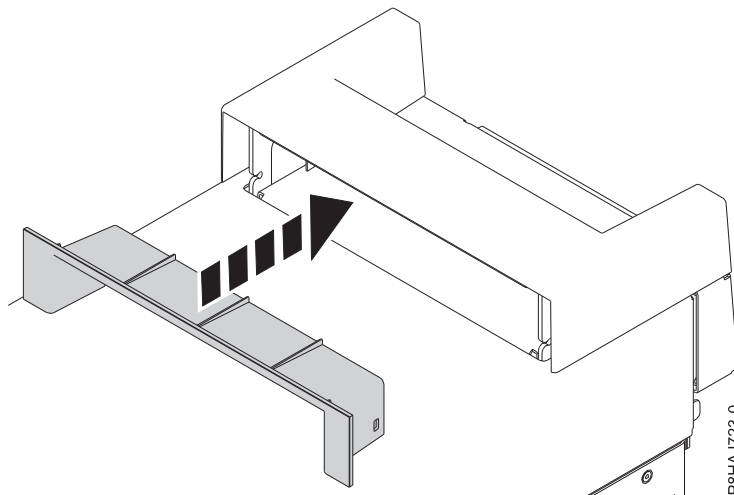

Abbildung 51. Einsetzen des Elements innerhalb der Griffabdeckung bei einem Standalone-System vom Typ 8286-41A
2. Setzen Sie das Element innerhalb der Griffabdeckung ein, indem Sie es fest in die Griffabdeckung drücken (siehe Abb. 51).